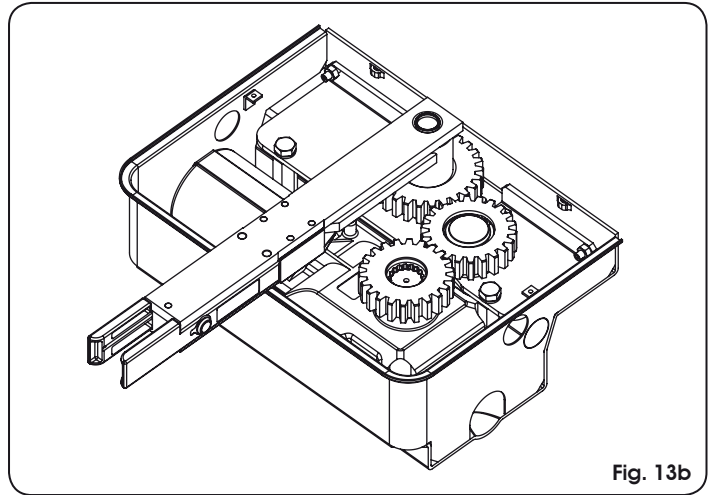

Fig. 13b
*Para definir la exacta colocación del operador, de la placa de engranajes para aperturas a 180° (Fig. 13b) y de las regulaciones necesarias, hágase referencia a las instrucciones adjuntas.*